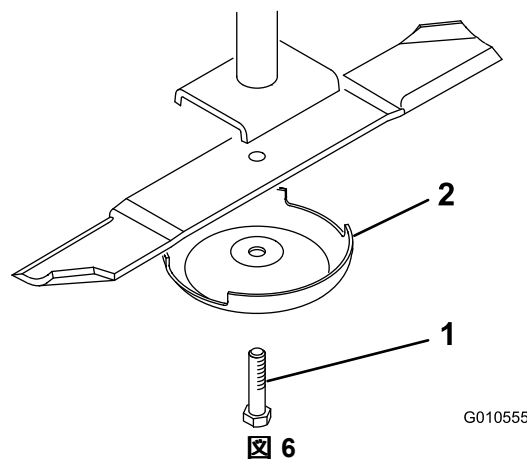

図 6
1. 厚いパッドの入った手袋を使ってブレードの端部をしっかり握る。スピンドルのシャフトからブレード・ボルト、芝削り防止カップ、ブレードを取り外す 図 6。